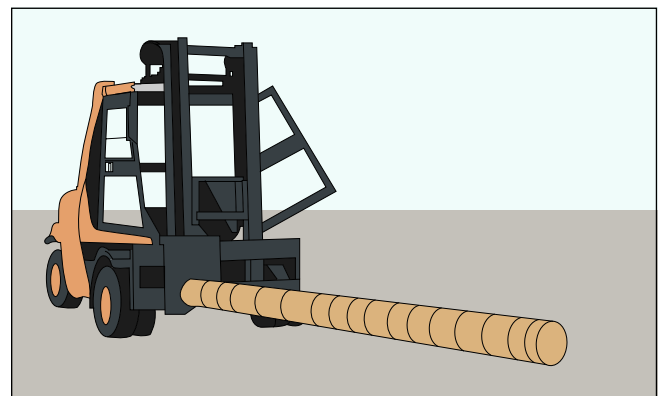

Fig. 15: Retire uns de dentro dos outros através de uma proteção inserida no perfil de tubo
- A descompactação dos tubos telescópicos deve ser feita num posto de trabalho adequado, utilizando um empilhador equipado com uma proteção coberta com borracha para evitar danos (Fig. 15). A remoção de perfis de tubos mais pequenos deve ser feita levantando ligeiramente a proteção almofadada do empilhador, colocada no interior do tubo, de modo a que esta apoie a secção do tubo removido e possa ser cuidadosamente retirado do conjunto juntamente com o tubo, sem danificar outros perfis de tubos.